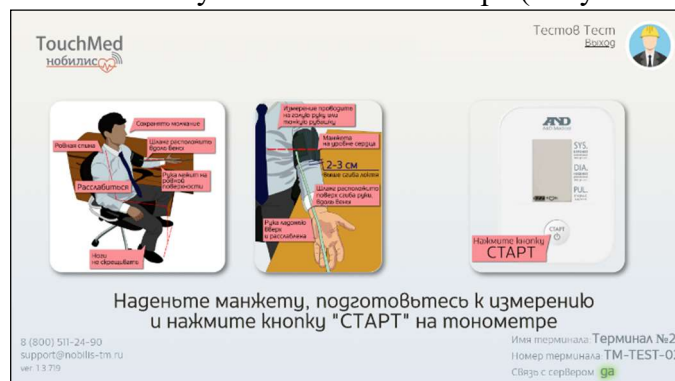

Рисунок 15 – Подготовка к измерению давления
- надеть манжету тонометра (см. Рисунок 15) на левом предплечье (манжета должна быть закреплена выше локтя, шлаг должен проходить вдоль локтевого сгиба);
- нажмите синюю кнопку START на тонометре (Рисунок 15).
Во время измерения давления заполняется шкала-индикатор (см .Рисунок 15). Дождитесь окончания процесса измерения давления. При необходимости повторите измерение.